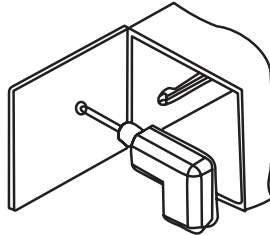

Рис. 8
- в дверцятах шафи необхідно пробити отвір діаметром 30 мм під виносний шток та 4 отвори діаметром 4 мм для установки торцевої кришки (Рис. 8);